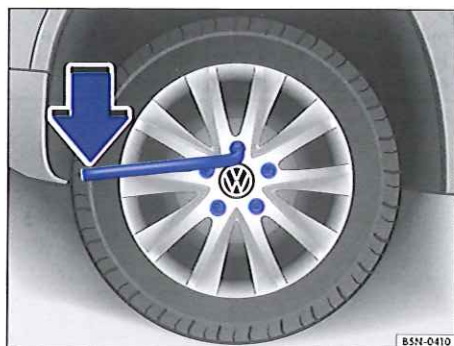

Fig. 223 Changement d'une roue : desserrage des boulons de roue.
- Placez la clé démonte-roue jusqu'en butée sur le boulon de roue \Rightarrow fig. 223.